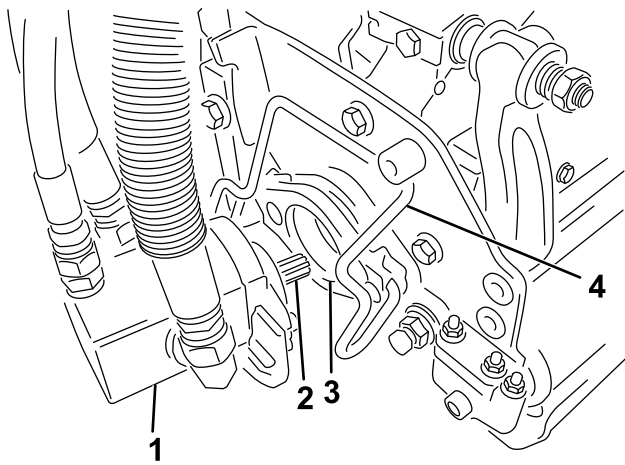

Figure 48
5. Enduisez de graisse propre l'arbre cannelé du moteur de l'unité de coupe (Figure 48).
6. Insérez le moteur dans le côté gauche de l'unité de coupe (vu par rapport à la position de l'utilisateur) et tirez la barre de retenue du moteur, située sur l'unité de coupe, vers le moteur jusqu'à ce que vous entendiez un déclic des deux côtés du moteur (Figure 48).